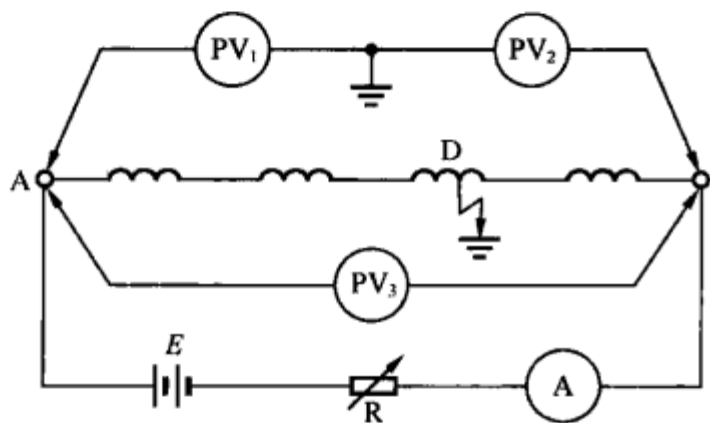

图 3-27 用电压降法查找接地点
③ 电压降法。当确定了接地故障相以后，可以采用电压降法查找接地点的位置。将交流或直流电源接于故障相的两端，如图 3-27 所示。测得各电压表的读数为  $U_1$ 、 $U_2$ 、 $U_3$ ，因为  $U_1+U_2=U_3$ ，按电压的比例即可求出接地点距离引线端的长度百分数  $L\%$ 。例如，接地点 D 相距引线端 A 点的长度百分数为：